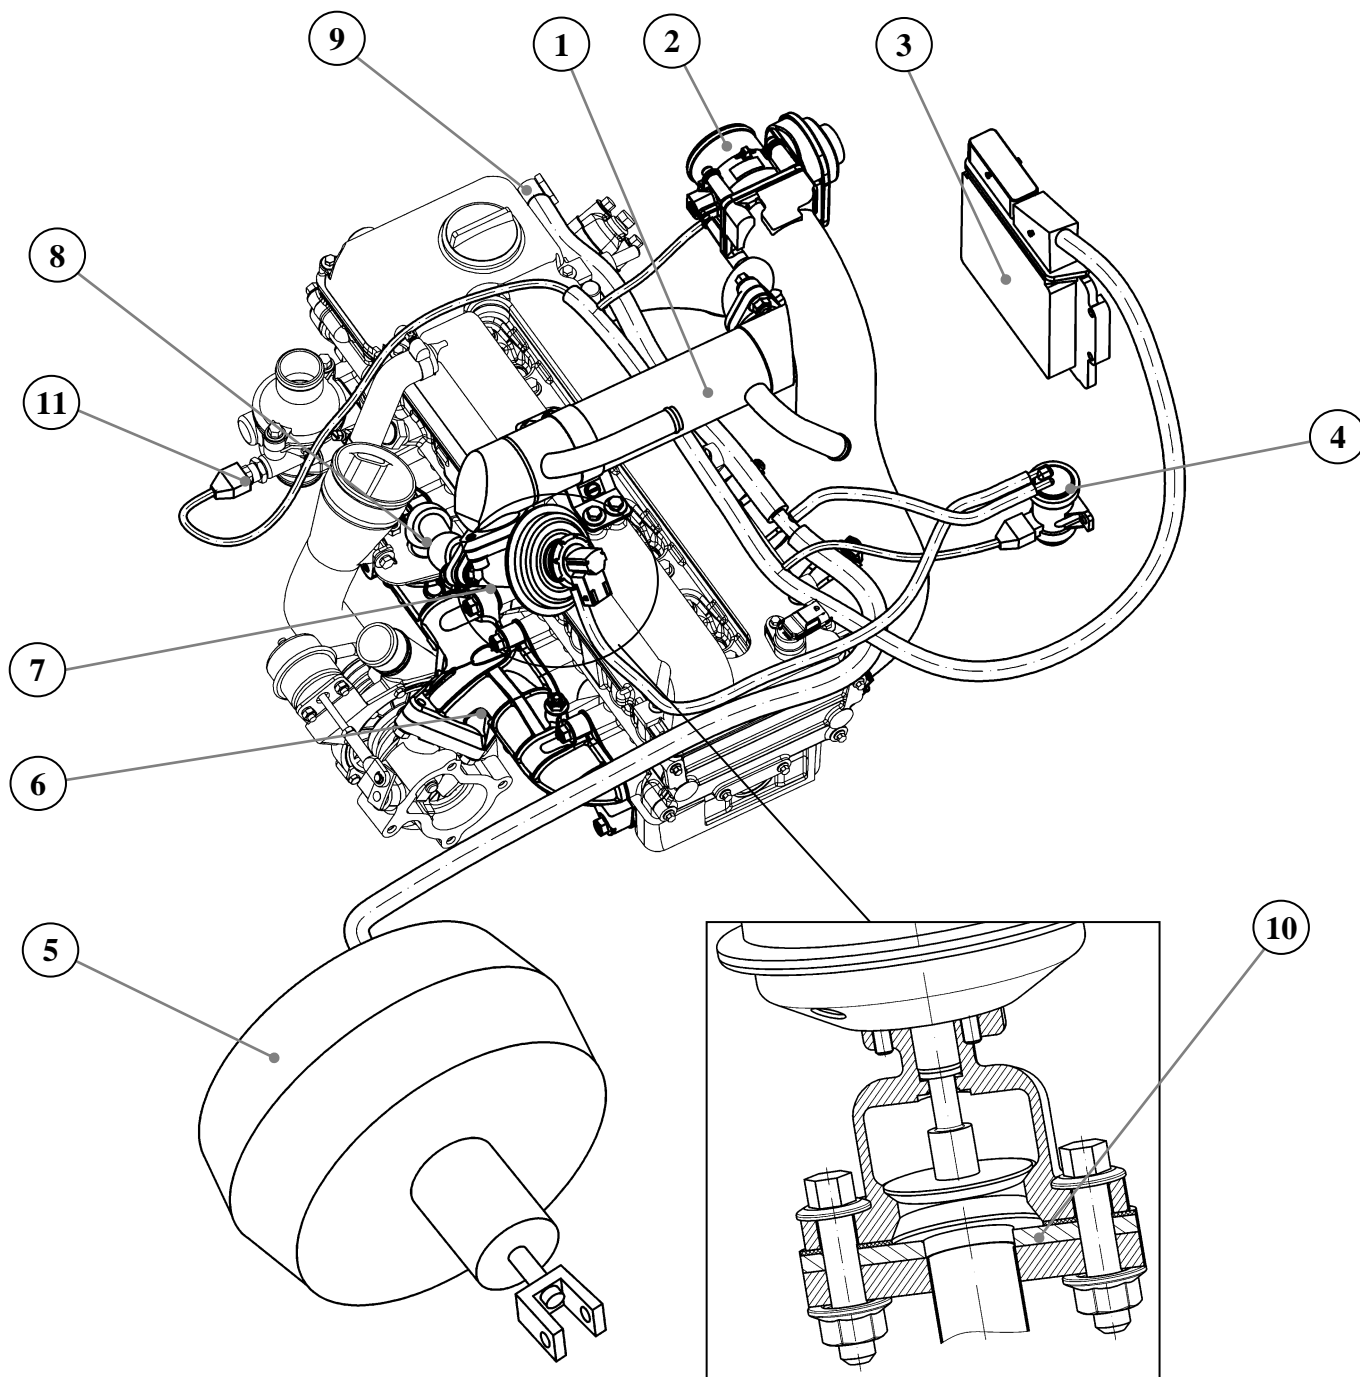

Рис.116. Управление системой рециркуляции:
Регулирование количества перепускаемого на рециркуляцию ОГ осуществляется с помощью пневматического клапана рециркуляции 7 при помощи модулятора 4 и дроссельной заслонки с электроприводом 2 по закону, записанному в программное обеспечение ЭБУ двигателя 3 (рис.116).
- модулятора 4 (рис.116);
- пневмопривода клапана перепуска ОГ (WG) турбокомпрессора;